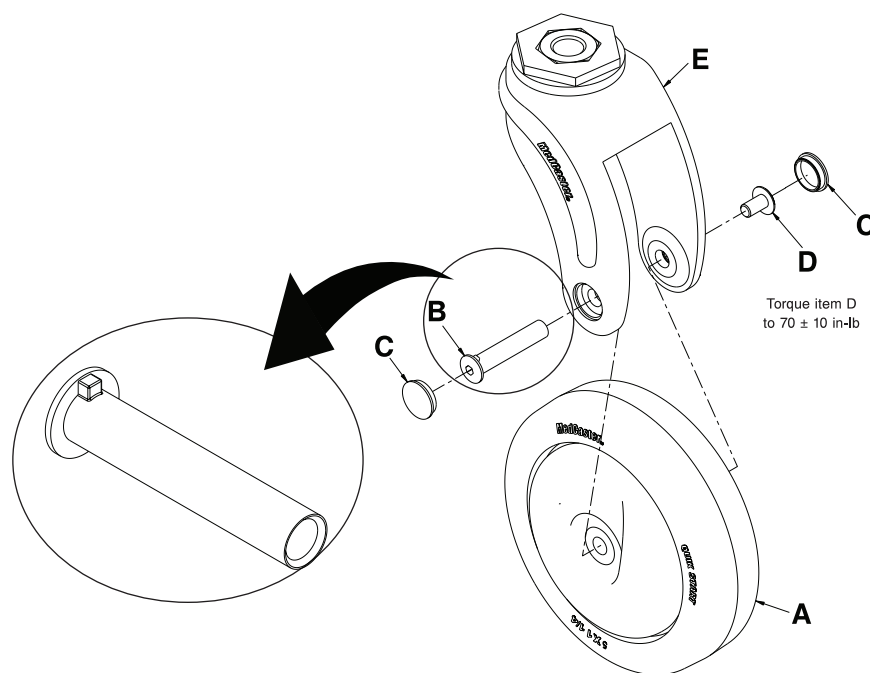

Figure 2-25 : Remplacement d'une roulette avant
2. À l'aide d'un outil à pointe, retirer et mettre de côté les caches de l'écrou à portée cylindrique de l'essieu de la roulette (C) (Figure 2-25 à la page 2-41).
3. À l'aide de deux clés à 6 pans de 5/32", retirer l'écrou à portée cylindrique de l'essieu (B) et la vis de l'essieu (D). Conserver l'écrou à portée cylindrique de l'essieu et la vis de l'essieu. Lors de la réinstallation de la vis de l'essieu, utiliser une clé dynamométrique de 3/8" pour serrer la vis de l'essieu (D) à un couple de  $70 \pm 10$  in-lb ( $8 \pm 1,1$  Nm).
4. Saisir la roulette (A) et la tirer vers l'extérieur pour retirer la roulette de la fourche (E). Jeter la roulette.
**Remarque :** La tête de l'écrou à portée cylindrique de l'essieu (B) est clavetée (Figure 2-25 à la page 2-41). Aligner correctement l'écrou dans la fourche de la roulette (E) pendant la réinstallation.